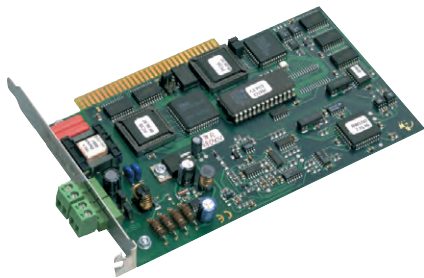

Рис. 13. Master-устройство AS-интерфейса для установки в ISA-слот IBM PC совместимого компьютера
- 1) плата, помещаемая в слот IBM PC совместимого компьютера (рис. 13);